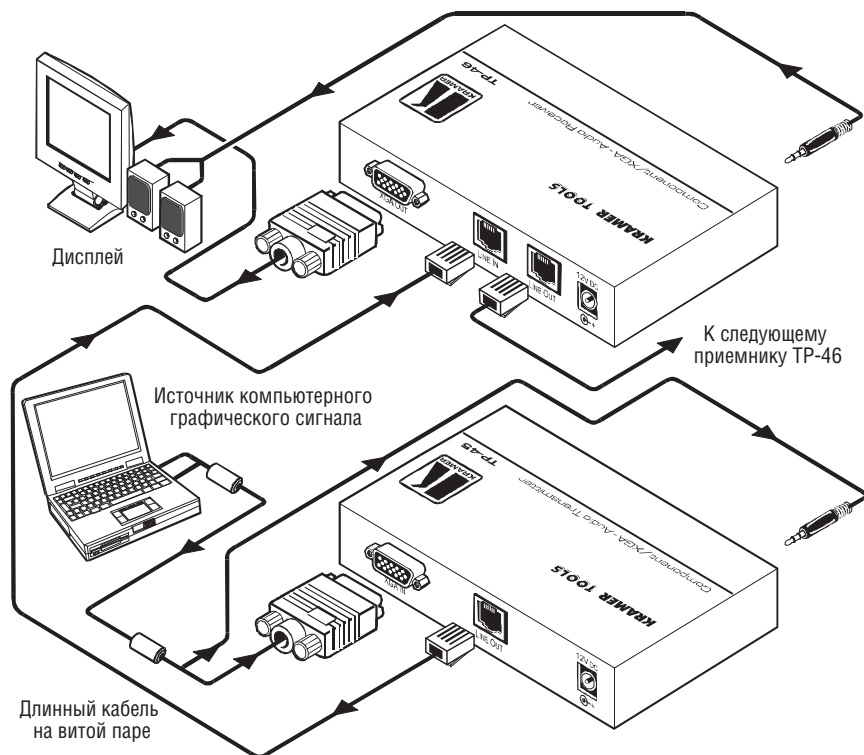

Рис. 7. Система передачи и распределения компонентного видеосигнала, XGA и аудиосигнала в режиме XGA
Пример построения системы передачи сигнала XGA и аудиосигнала по кабелю на витой паре на расстояние до 100 м показан на рис. 7.
6. Подключите выходы источников питания =12 В к разъемам питания **TP-45** и **TP-46** и вставьте источники питания в розетку электросети (не показано на рис. 7). При необходимости можно подключить источник питания только к **TP-46**, тогда передатчик будет получать питание по кабелю передачи сигнала.